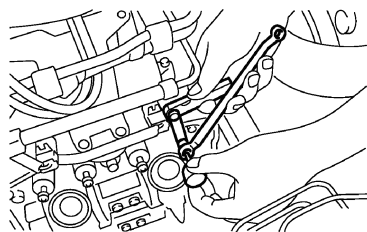

图 7-26 调整气门间隙
① 旋松气门摇臂螺母和螺钉, 见图 7-26。
② 放置合适的塞尺。
③ 在注意气门间隙的同时, 拧紧气门摇臂调整螺钉。
④ 当间隙符合规定值时, 拧紧气门摇臂螺母。